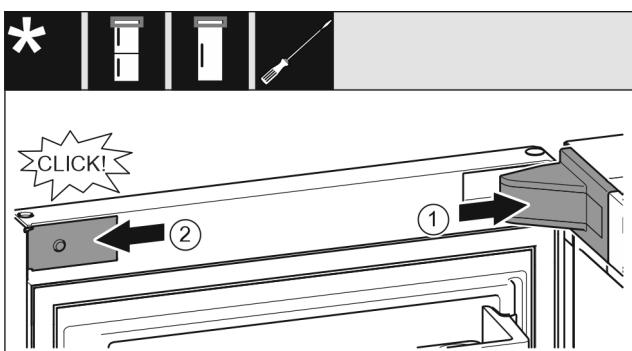

Fig. 21
- Sett på lagerdekselet og la det klikke på plass, ev. trykk det forsiktig fra hverandre. Fig. 21 (1)
- Sett dekselet på på siden, og la det klikke på plass. Fig. 21 (2)